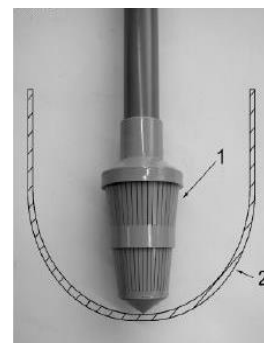

Bild 1: Steigrohr mittig
- 5.) Steigrohr mittig im Druckbehälter ausrichten wie gezeigt in Bild 1.